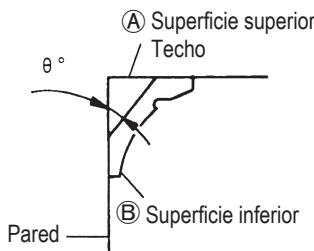
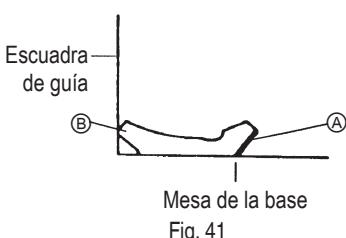
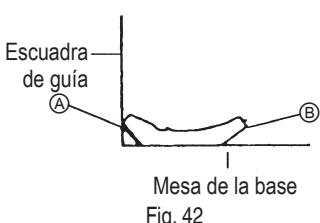

Fig. 33
Fig. 41
Fig. 42
La Fig. 33 muestra dos tipos de moldura en vértice comunes con ángulos de (θ) 38° y 45° .
- Coloque la moldura en el vértice de forma que la superficie superior (Ⓐ de la Fig. 33) entre en contacto con la escuadra de guía como se indica en la Fig. 37.
- Coloque la moldura en el vértice de forma que la superficie inferior (Ⓑ de la Fig. 33) entre en contacto con la escuadra de guía como se indica en la Fig. 38.
- Coloque la moldura en el vértice de forma que la superficie superior (B) de la Fig. 33 entre en contacto con la escuadra de guía como se indica en la Fig. 41.
- Coloque la moldura en el vértice de forma que la superficie inferior (A) de la Fig. 33 entre en contacto con la escuadra de guía como se indica en la Fig. 42.